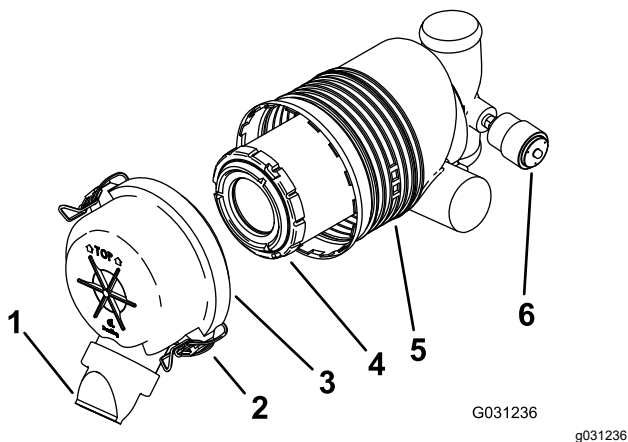

Figura 41
Important: Înlocuieți filtrul de aer doar când indicatorul de service este rou (Figura 41). Înlocuirea filtrului de aer înainte de a fi necesar mărește doar posibilitatea de pătrundere a murdăriei în motor atunci când scoatei filtrul.
5. Eliberați elementele de fixare ale filtrului de aer i îndepărtați capacul filtrului de aer (Figura 41).
- Dacă indicatorul de service este stins, instalați capacul filtrului de aer cu capacul de praf orientat în jos și fixați elementele de blocare (Figura 41).
- Glisați uor filtrul din corpul filtrului de aer (Figura 41).
- Instalați cu grijă filtrul (Figura 41).
- Instalați capacul filtrului de aer cu capacul de praf orientat în jos și fixați elementele de blocare (Figura 41).